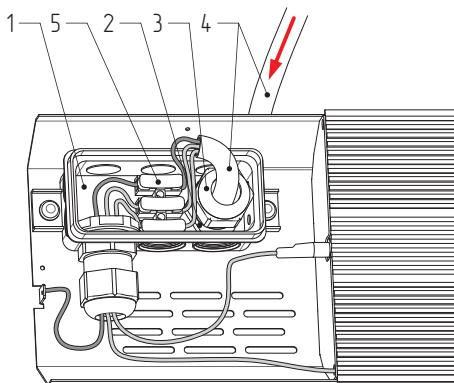

Рисунок 8.
7.4.2. Открутить полуциркульную гайку гермоввода, пропустить разделенный питающий кабель в гермоввод (см. рис. 8).